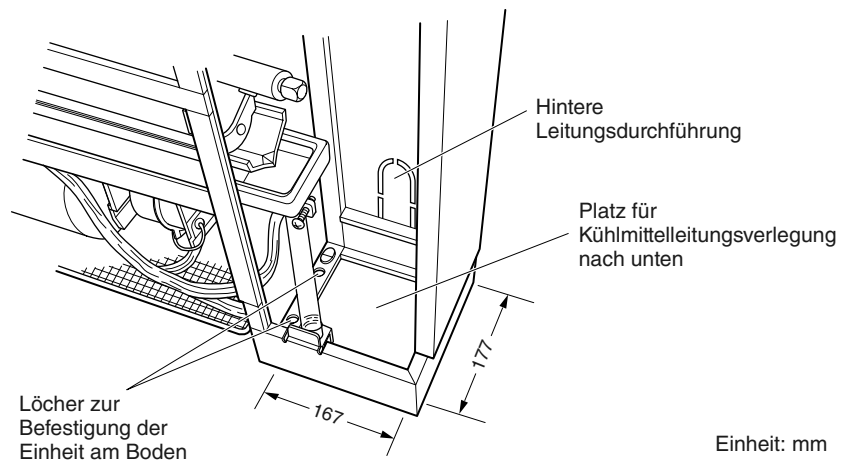

Abb. 3-182
- Wenn die Leitungen nach unten verlegt werden müssen, siehe die in Abb. 3-182 angegebenen Öffnungsmaße.